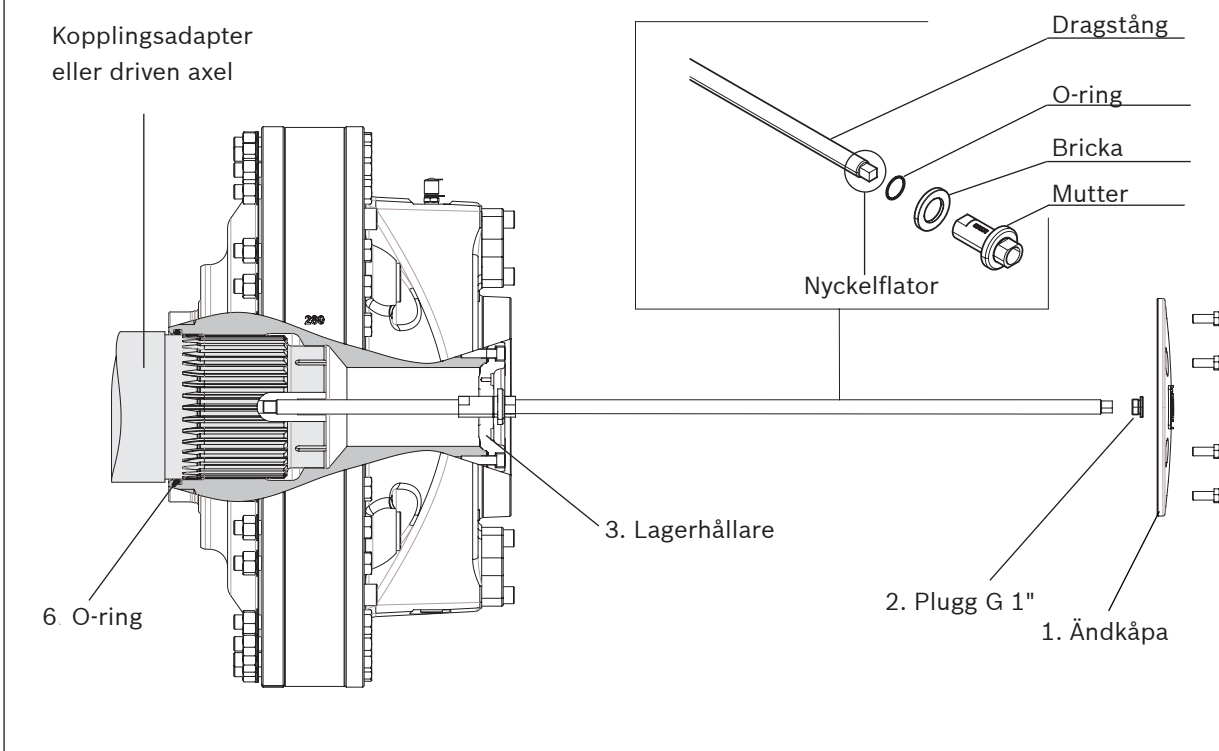
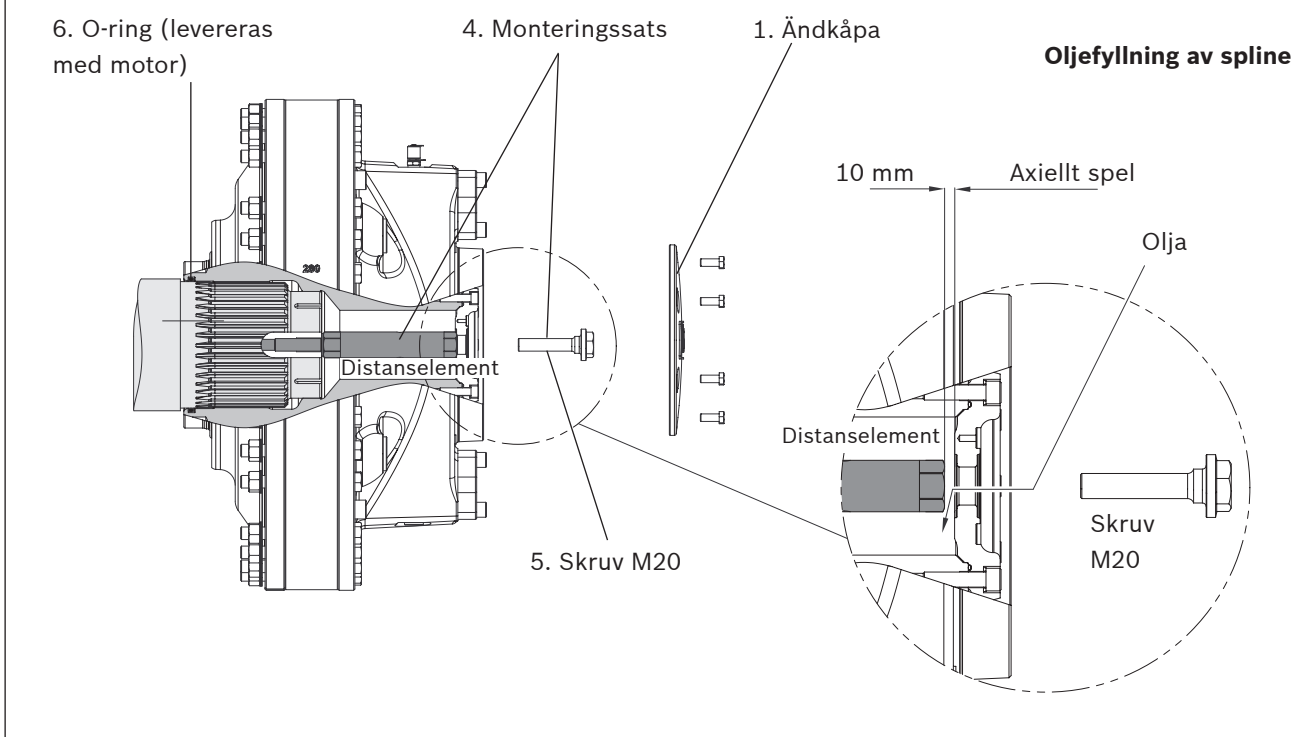

Fig. 41: Montering av splines-motor med monteringsverktyg
Fig. 42: Fixera splines-motorn med monteringsatsen, horisontell montering
Dessa anvisningar avser bilderna *Fig. 41, Fig. 42*.
5. Skruva ur pluggen G 1" (2).
8. För in monteringsverktyget genom att föra dragstången genom motorns centrum och skruva den på den drivna axeln (använd fast nyckel på nyckelflatorna i änden av monteringsverktyget). Sätt på brickan och dra därefter åt muttern mot lagerhållaren (3).
13. Montera distanselementet i monteringsssatsen (4) på den drivna axeln. Åtdragningsmoment 450 Nm.
14. Sätt tillbaka lagerhållaren (3). Åtdragningsmoment 136 Nm.
15. Fyll på hydraulolja upp till gängen G 1" Axiellt spel under påfyllning: 10 mm. Se *Fig. 42*. För oljevolym, se *Tabell 16*.
16. Fixera motorn på den drivna axeln med skruven M20 (5). Åtdragningsmoment 385 Nm.
17. Sätt tillbaka ändkåpan (1). Åtdragningsmoment 80 Nm.